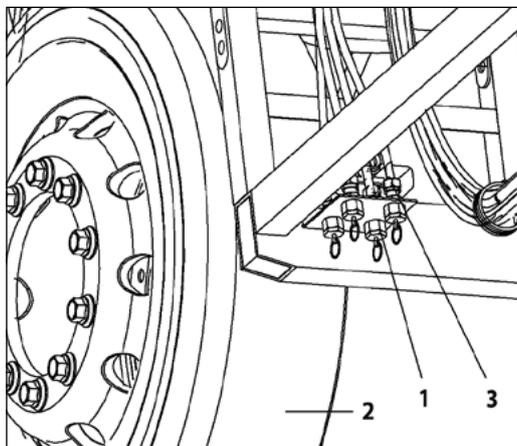
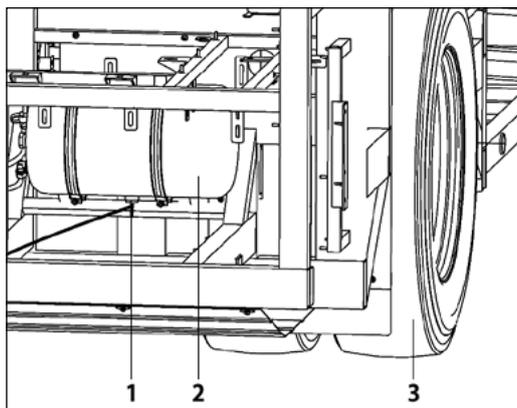

Figura 1-2-10
Figura 1-2-11
3. Localize as válvulas de drenagem manuais [1] e [3] localizadas atrás da roda dianteira esquerda (figura 1-2-10), e localize a válvula de drenagem [1] (figura 1-2-11) sob o cilindro de freio [2] atrás da roda traseira direita [3]. Puxe a aba na parte inferior da válvula de drenagem manual. Libere lentamente o ar comprimido do reservatório de ar que fornece ar para a mola pneumática.
3. Localize as válvulas de drenagem automática [1] e [3] (figura 1-2-10) localizadas atrás da roda dianteira esquerda e a válvula de drenagem [1] (figura 1-2-11) sob o cilindro de freio atrás da roda traseira direita. O pino ejetor na parte inferior da válvula de drenagem não é empurrado na direção do slot, e o gás comprimido no reservatório de ar que fornece ar para a mola de ar é liberado lentamente.